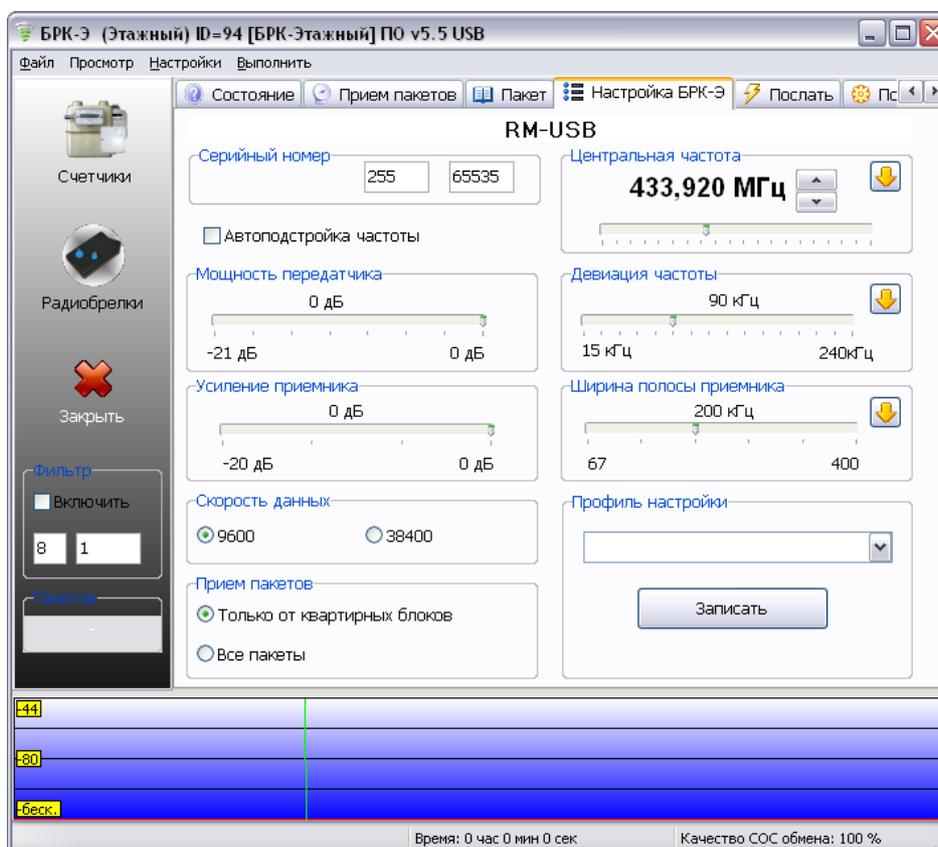

Рисунок 16 - Настройка радиоканала
1) Выбрать вкладку «Настройка БРК-Э» (рисунок 16) и установить требуемые значения параметров радиointерфейса виртуального БРК-Э: